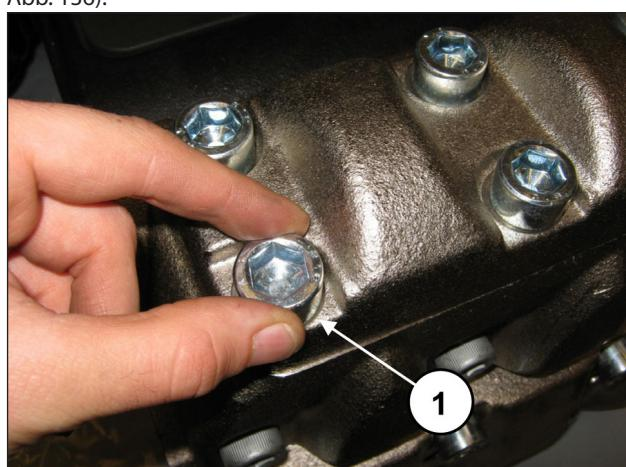

Abb. 135
Lösen Sie die 8 Schrauben M16x45 des Druckventildeckels (Pos. ①, Abb. 135) und nehmen Sie den Deckel ab (Pos. ①, Abb. 136).